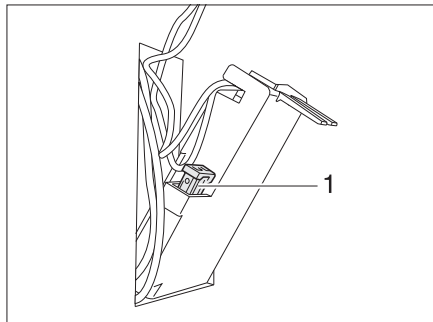

Fig. 184 Fusible des toilettes Thetford
- Changer le fusible (Fig. 184,1).